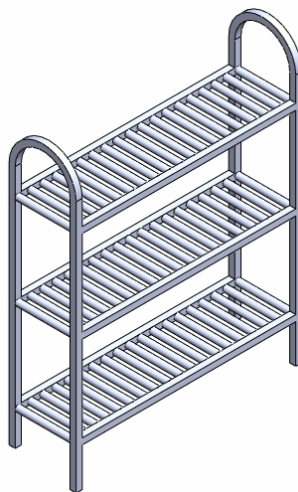

图 5-148 阵列后的图形
④ 设置视图方向。单击“标准视图”工具栏中的“等轴测”图标, 将视图以等轴测方向显示，结果如图 5-148 所示。